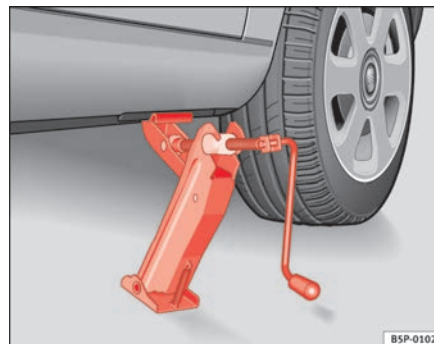

Abb. 157 Wagenheber
- Richten Sie den Wagenheber so aus, dass seine Klaue den Steg des Unterholms umfasst und die bewegliche Grundplatte plan auf dem Boden aufliegt ⇒ Seite 242, Abb. 157.